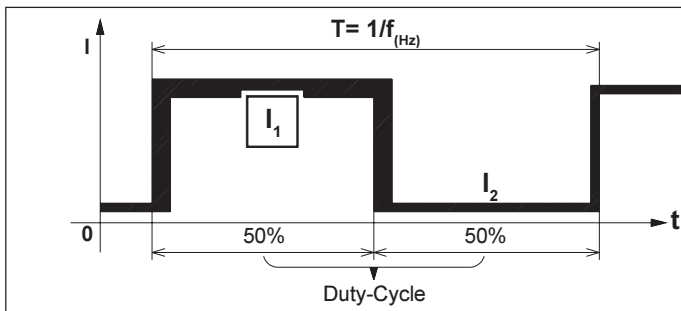

Fig. 11 Exemple de réglage Duty-Cycle en position "50"
Le régulateur du Duty-Cycle ⑳ est en position "50" (fig. 11)